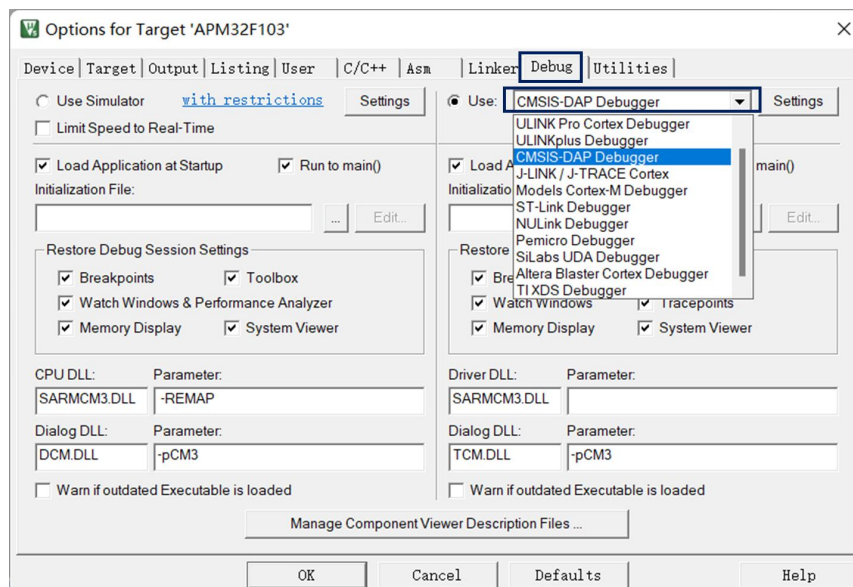

图 4
- a) 点击“Options for Target” ，在打开的界面中选择“Debug”，然后再选择“CMSIS-DAP Debugger”，如图 4：